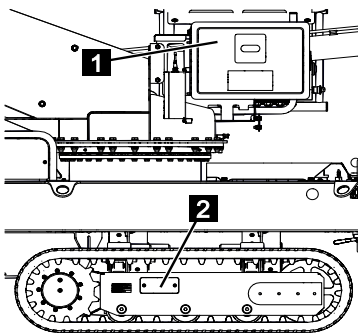

Fig. 231
2. Prendre l'accouplement coulissant de graissage dans le coffret (Fig.231/1).
3. Dévisser la trappe d'entretien (Fig.231/2).